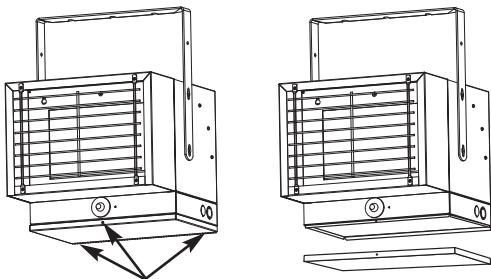

Figure 3 ENLEVEZ LES VIS POUR OUVRIR LA PORTE
REMARQUE : Pour accéder au câblage sur site et aux commandes du chauffage, il faut ouvrir le panneau trappe du bas comme c'est montré en Figure 3. Il faut prendre des dispositions pour laisser un accès à ce panneau.
- Pour amener l'alimentation secteur au radiateur, enlevez simplement les trois vis du fond de l'appareil. Cela permet au couvercle de s'enlever, en donnant accès au câblage électrique et aux connecteurs (Voyez la Figure 3).